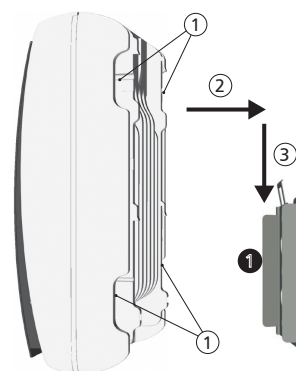

Figura 26
- Afferrare l'inverter sulle impugnature ① o sul bordo circostante, posizionarlo al centro ① della piastra di montaggio ② e premere leggermente (Figura 26).
- Abbassare l'inverter ③ fino allo scatto della lamiera di fissaggio sulla piastra di montaggio. I ganci devono essere inseriti sul retro dell'inverter sui naselli della piastra di montaggio.